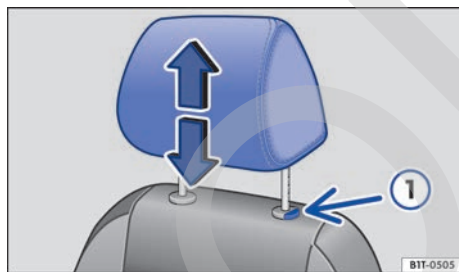

Fig. 41 Ajustar el apoyacabezas.
- Desplace el apoyacabezas hacia arriba o, a la vez que presiona la tecla → fig. 41 ①, hacia abajo en el sentido de la flecha correspondiente → ⚠.